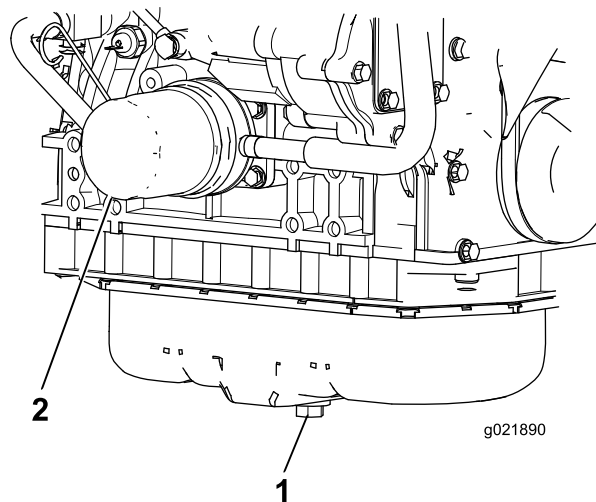

Figura 84
- Retire o tampão de escoamento e deixe o óleo escorrer para um recipiente adequado (Figura 84).
- Retire o filtro do óleo (Figura 84).